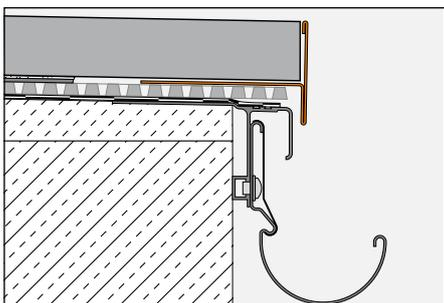

Fig. 2
3.2 Lors de la pose sur la natte Schlüter®-TROBA-PLUS avec des plots réalisés à l'aide des disques de coffrage Schlüter®-TROBA-STELZ-DR (fig. 2), le profilé de rive Schlüter®-BARA-RT masque le chant du revêtement et la natte. L'aile de